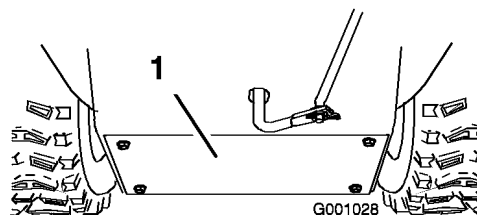

Bild 44
- Entfernen Sie die hintere Abdeckung (Bild 44).